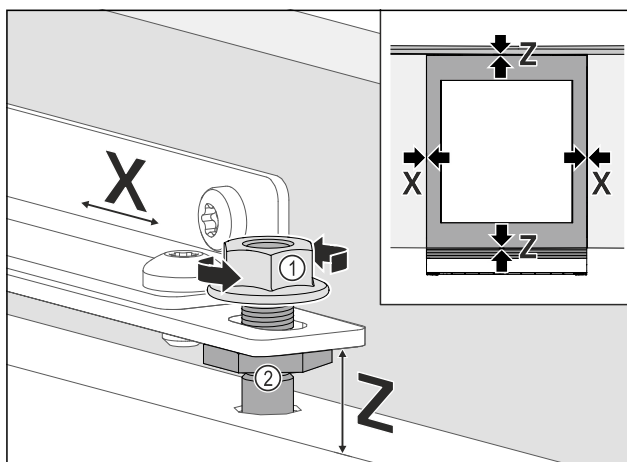

Fig. 104
- ▶ Aligner latéralement la porte du meuble : desserrer les contre-écrous *Fig. 104 (1)*, pousser la porte du meuble dans la direction **X**.
- ▶ Serrer les contre-écrous *Fig. 104 (1)*.
- ▶ Régler la porte du meuble à la hauteur **Z** et ajuster l'inclinaison latérale : Ajuster les boulons de réglage *Fig. 104 (2)*.